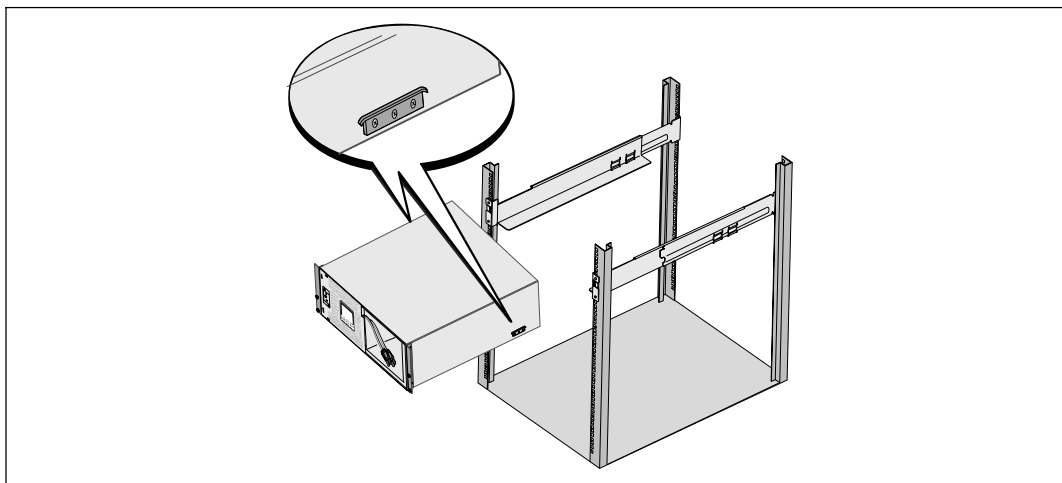

Abbildung 13. Montage des Gehäuses
- 6 Schieben Sie die Schienen in das Gestell (siehe Abbildung 13). Wiederholen Sie den Vorgang für weitere Gehäuse.